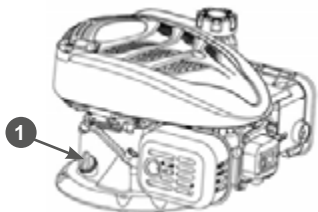

Рис. 9. Крышка-щуп маслозаливной горловины
2. Открутите крышку-щуп 1 маслозаливной горловины и извлеките щуп (Рис. 9).
2. Открутите крышку-щуп 1 маслозаливной горловины и извлеките щуп (Рис.9).